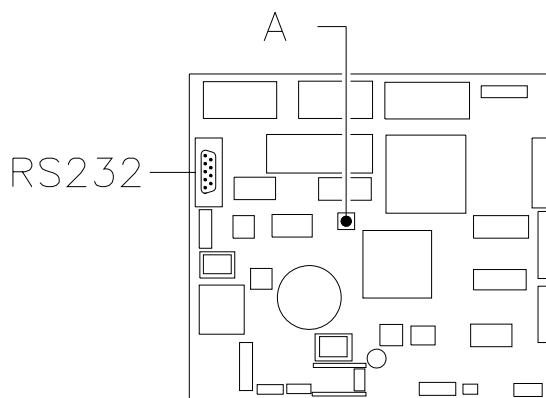

FIG. 5
- Si sur le display paraîtra le message "MEMORY CLEARED" appuyer sur le bouton placé sur la carte principale à l'intérieur du box monnayeur (voir FIG. 5) pour mettre la mémoire à l'état initial. Sur le display paraîtra le message "PORTE OUVERTE MACHINE EN ENTRETIEN". Le distributeur automatique procédera automatiquement à l'exécution d'un autotest. Si aucune erreur n'a été relevée, la colonne se placera en position de départ et le distributeur sera prêt pour la mise en fonction.
Au branchement électrique du distributeur, sur le display paraîtra le message **"INIT"** suivi par **"memory cleared"**, ce qui indique que la mémoire est vide de toute information ou que les informations contenues ne sont pas fiables. Le message **"INIT"** reste affiché jusqu'à quand la carte main (principale) et la carte power (puissance) n'entreront en communication. La même condition est atteinte quand on utilise la commande **"memory cleared"** ou en cas d'un défaut de la dite mémoire. En appuyant sur le poussoir (Réf. A FIG. 5) situé sur la carte principale, à l'intérieur du monnayer (FIG. 2 Réf. 1), la mémoire reviendra automatiquement aux valeurs pré-définies, décrites dans le paragraphe "Instructions". A ce moment, le distributeur exécutera une remise à zéro automatique de sa mémoire, à la fin de laquelle, si tout est correct, il entrera en service. Dans le cas contraire, il restera bloqué et sur le display paraîtra le numéro du test auquel le fonctionnement défectueux correspond. Voir paragraphe **"RECHERCHE DES PANNES"**.
Ouvrir la porte du box monnayer et maintenir pressé le poussoir permettant le choix du mode de fonctionnement Réf. A FIG. 5 pendant 3 secondes environ jusqu'à ce que sur la deuxième ligne du display du distributeur paraîtra le message **"Commande 00"** et le buzzer émettra un sifflement prolongé. Sur la première ligne du display, au contraire, paraîtra le message indiquant que le distributeur est en **"mode de programmation"**. A' ce niveau, le menu permet d'accéder exclusivement aux commandes de modification du prix et d'affichage de la vente par prix (commandes 03-04-05-06).